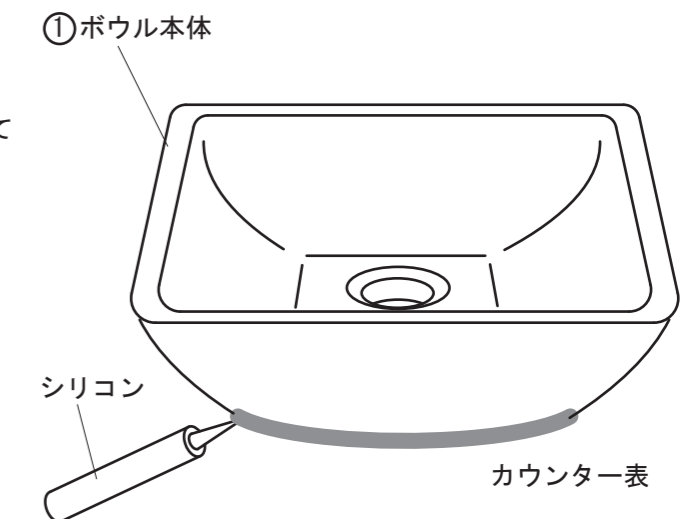

図8
- 6) ①ボウル本体のカウンター接地部をシリコンにてコーキングします。(図8参照)